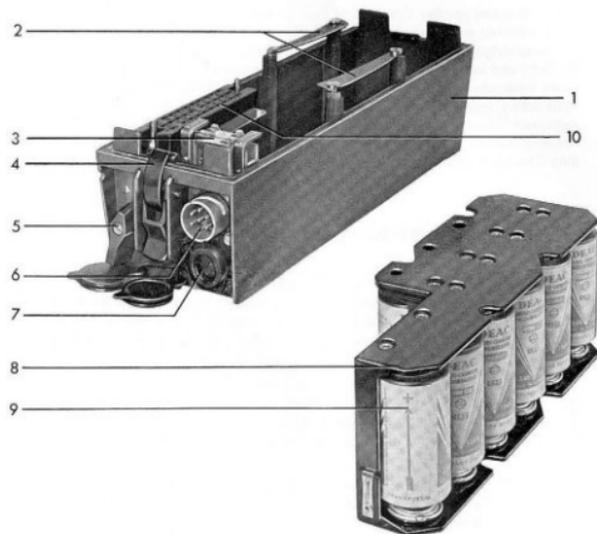

Bild 2. Batteriekasten für FuG 7b
1.2.2.1. Batteriekasten (Bild 2)
Erläuterungen zu Bild 2